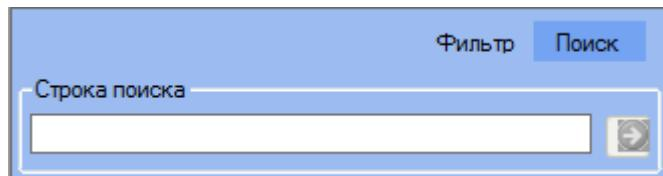

Рис. 3 Панель поиска
- Нажмите кнопку **Поиск**, расположенную в верхней части дерева объектов. Под кнопкой появится панель поиска (Рис. 3).